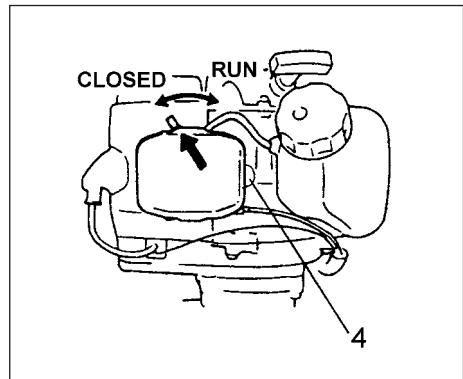

Fig. 2-3
- * Trykk på sugepumpeboblen (4) flere ganger slik at brennstoff flyter gjennom boblen eller returrøret. (Hvis utstyrt slik) (fig. 2-3)
3. Sett chokehendelen til CLOSED (lukket) posisjon. (fig. 2-3)
5. Når du hører at motoren ønsker å starte returneres chokehendelen til posisjon RUN (KJØR) (åpen). Trekk så raskt i rekylstarteren igjen.(fig. 2-3)